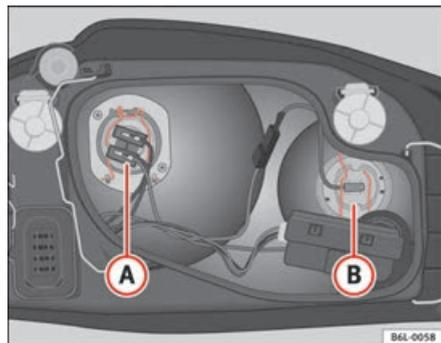

Fig. 152 Lampe du feu de croisement
- Extraire le connecteur du câble de la lampe ① ⇒ fig. 152.